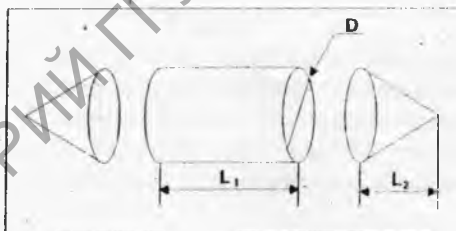

Рис.10.
5. Для хранения авиационного горючего требуется спроектировать бак нового типа (Рис.10.). Бак имеет вид цилиндра с коническими передними и задними днищами. Объем бака должен составить  $1\text{ м}^3$ . С целью достижения минимального веса и стоимости, требуется изготовить бак из минимального количества материала. Найти значения  $L_1$ ,  $L_2$ , и  $D$ .